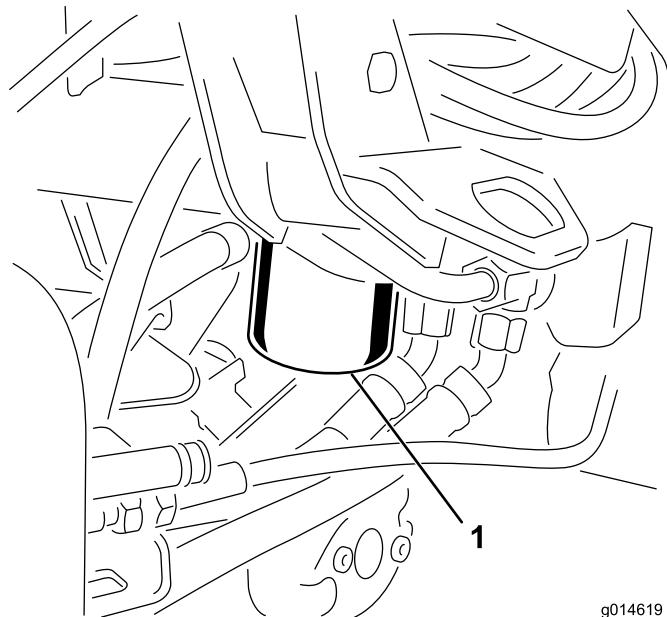

Figura 45
1. Limpe a zona em torno da montagem do filtro (Figura 45). Coloque um recipiente de escoamento debaixo do filtro e retire o filtro.